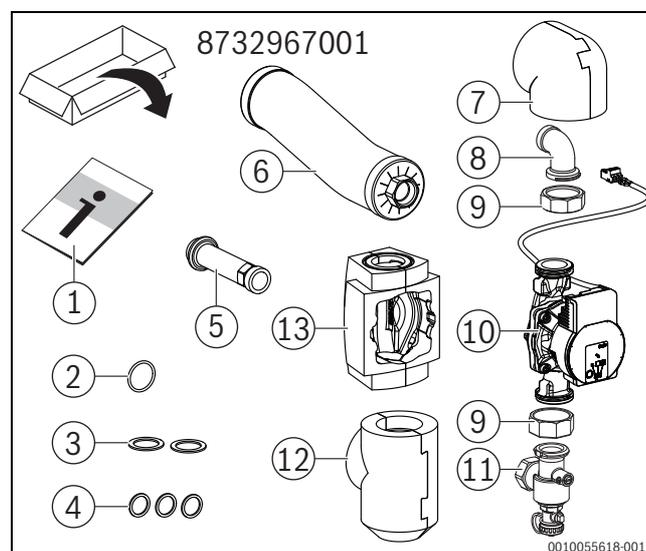

Bild 1
- Rohrgruppe Hybrid Bypass HYC40B (→Bild 1), wenn kein Warmwasserspeicher verwendet wird.